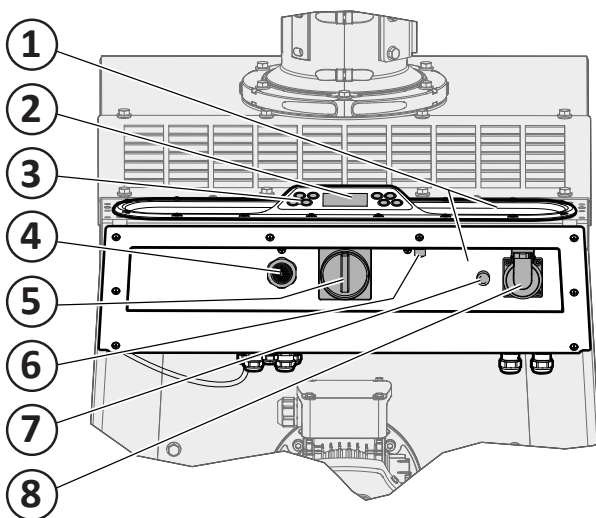
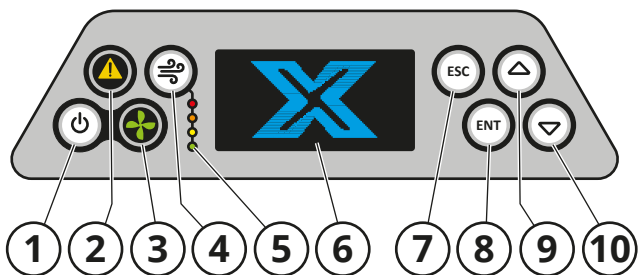

Fig. 16
Fig. 17
Consulte la **Fig. 16**.
En el panel de control (**Fig. 16**) están el tablero de mandos, interruptores, la conexión para alicates sensor y la toma de 230 VCA con disyuntor automático. El panel de control también hace las veces de asa cuando tenga que trasladar la unidad y de superficie de descarga.
Consulte la **Fig. 17**.
Cuando la máquina se enciende con el interruptor (5, **Fig. 16**), la pantalla se ilumina (6, **Fig. 17**). Cuando en la pantalla aparece AJUSTES y MANTENIMIENTO, el cuadro de mandos está listo para ser utilizado. El ventilador se inicia/detiene con el botón de inicio/parada del ventilador (1) y el funcionamiento viene indicado mediante el testigo indicador (3). Si el flujo de aire es demasiado bajo, el testigo se apaga y la alarma acústica le avisa.
Autoencendido. Configuración para, mediante una herramienta, por ejemplo, amoladora angular conectada a la toma de 230 V (pos. 8, **Fig. 16**), iniciar y detener el motor del ventilador. La selección se realiza con el botón de navegación.
Al seleccionar **Limpieza automática ACTIVADA** en el menú de configuración, la limpieza automática del filtro se produce durante el funcionamiento. La limpieza automática del filtro se produce entre caídas de presión preestablecidas. Los testigos indicadores del estado del filtro en el tablero de mandos (**Fig. 17**, pos. 5) muestran el grado de contaminación del medio filtrante. También se lleva a cabo una limpieza sin conexión 20 minutos después de apagar el motor del ventilador. Cuando el cartucho del filtro está saturado y el flujo de aire es demasiado bajo, la alarma acústica y el indicador de advertencia (2) avisan.